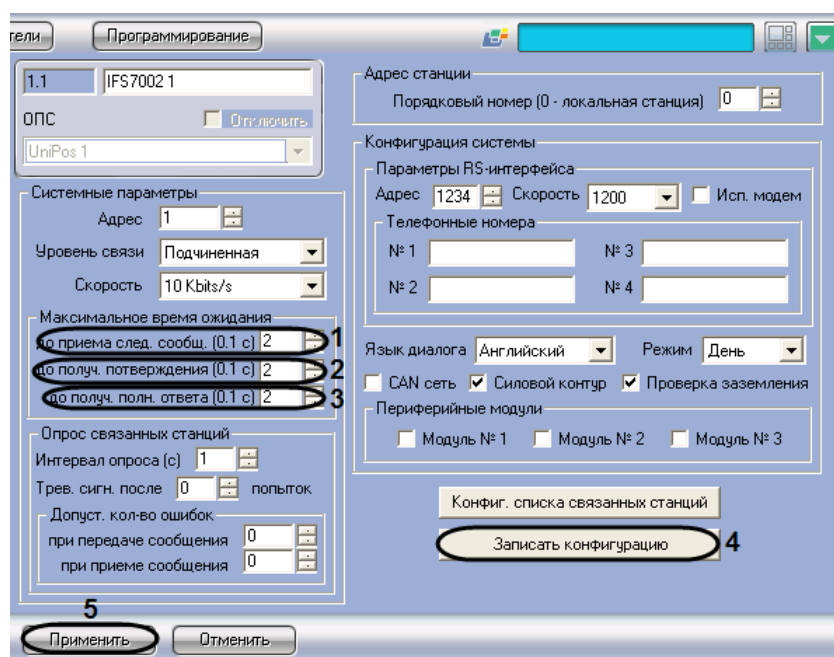

Рис. 3.3-8 Задание максимального времени ожидания сообщений
1. Перейти на панель настройки объекта **IFS7002** (Рис. 3.3-8).
2. В поле со списком **до приема след. сообщ. (0.1 с)** ввести максимальное время ожидания станцией следующей части сообщения от компонента системы (см. Рис. 3.3-8, 1).
3. В поле со списком **до получ. подтверждения (0.1 с)** ввести максимальное время ожидания станцией подтверждения, что компонент системы получил от станции сообщение (см. Рис. 3.3-8, 2).
4. В поле со списком **до получ. полн. ответа (0.1 с)** ввести максимальное время ожидания станцией ответа компонента системы на сообщение станции (см. Рис. 3.3-8, **3**).
5. Для применения настроек на станции нажать кнопку **Записать конфигурацию** (см. Рис. 3.3-8, **4**).
6. Для сохранения настроек во внутренней базе данных ПК ACFA *Intellect* нажать кнопку **Применить** (см. Рис. 3.3-8, **5**).